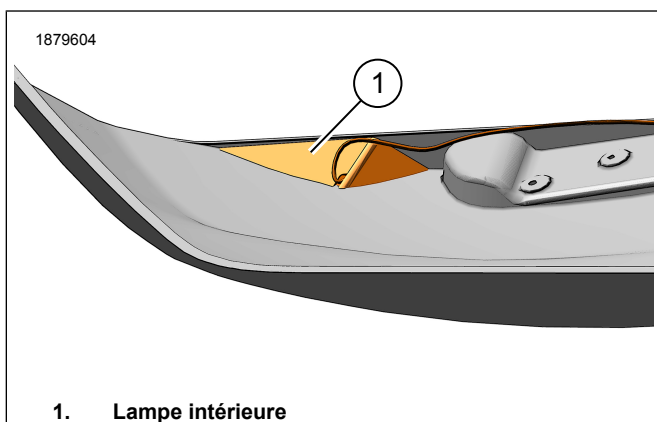

Figure 6. Lampe intérieure de sacoche, gauche
7. Figure 6 Testez l'ajustement et installez la lampe intérieure (1).